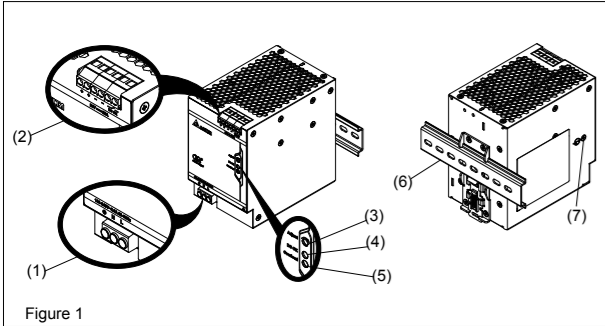

Figure 1
2. Gerätebeschreibung (Abb. 1)
4.1. Anschluss der Eingangsklemmen (Abb. 1, Abb. 6)
Bei Wechselstromeingangsverbindungen müssen die L, N und PE-Anschlüsse am Eingangsklemmenverbinder (siehe Abb. 1(1)) zum Herstellen der Verbindung für 100-240 Vac verwendet werden. Abb. 6 zeigt den Anschluss an die unterschiedlichen Netztypen.
4.2. Anschluss der Ausgangsklemmen (Abb. 1 (2))
Verwenden Sie die Schraubklemmen „+“ und „-“, um den 24 Vdc-Anschluss herzustellen. Am Ausgang stehen 24 Vdc zur Verfügung. Die Ausgangsspannung kann am Potentiometer zwischen 24 und 28 Vdc eingestellt werden. Die grüne LED „DC OK“ zeigt die korrekte Funktion des Ausgangs an (Abb. 1 (4)). Das Gerät verfügt über einen Kurzschluss-, Überlast- und Überspannungsschutz, der auf 35 Vdc begrenzt ist.